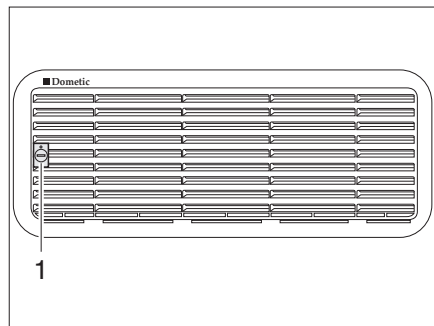
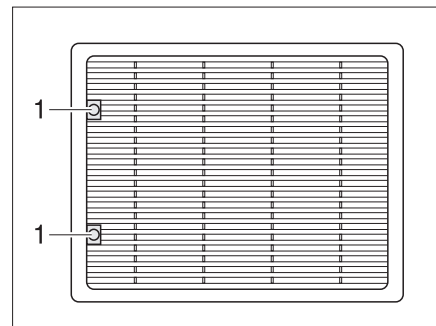

Bild 318 Kylskåpets ventilationsgaller (Dometic litet)
Bild 319 Kylskåpets ventilationsgaller (Dometic stort)
- Vrid skruven (Bild 318,1 resp. Bild 319,1) ett kvarts varv med hjälp av ett mynt.